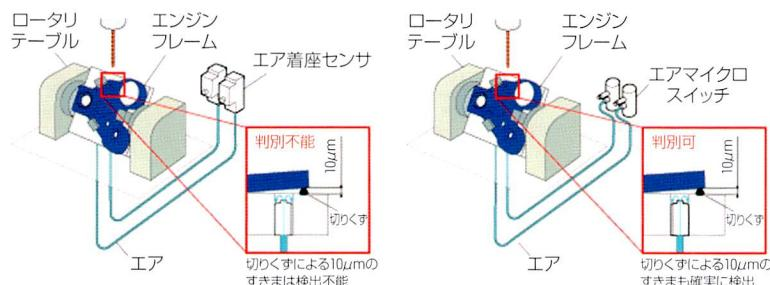

図6 エンジン・フレームの切削加工時にすきま検出
- ・エンジン・フレームの切削加工(図6):IP67の保護構造で、センサ本体の機内設置が可能。エア配管が短くなり、タクトタイムの短縮による生産性を引き上げ。